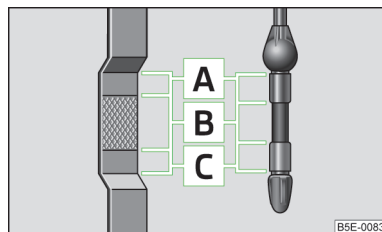

Fig. 168
- Si le niveau d'huile est supérieur au repère  » fig. 168 à la page 215,  ne poursuivez pas votre trajet ! Arrêtez le moteur et faites appel à l'assistance d'un atelier spécialisé.
La jauge d'huile indique le niveau d'huile moteur » fig. 168.
Le niveau d'huile ne doit jamais dépasser le niveau **A** » fig. 168 – risque d'endommagement du système d'échappement !